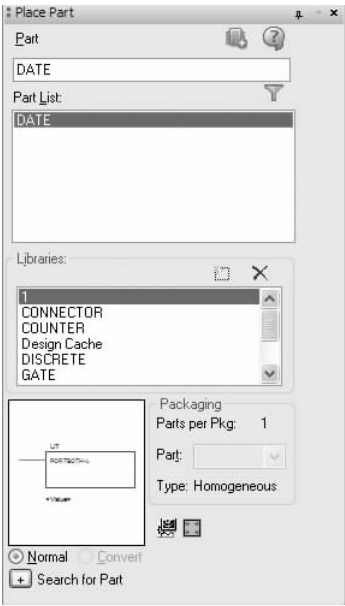

图 3-25 “Place Part (放置元件)”管理器
3) 在“Place Part (放置元件)”管理器下“Library (库)”选项组中显示系统自动加载的转换层次块元件 DATE，并保存在与当前项目文件名称同名的元件库中，如图 3-25 所示。